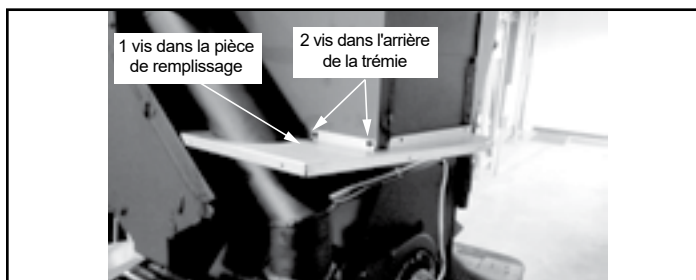

Figure 21.1
4. Installez le panneau de carénage de gauche, 2 vis au dos de la trémie et 1 vis dans la pièce de remplissage (**Figure 21.1**).